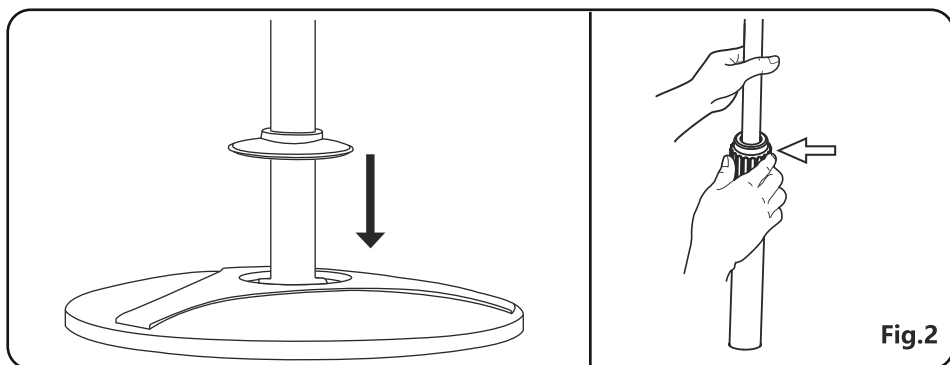

Fig.2
4. Svitare l'anello di regolazione dell'altezza per allentarlo, quindi far scorrere verso il basso il coperchio della vite. Sollevare il palo interno al massimo altezza evitando al contempo che il palo interno scivoli nel palo di prolunga. Quindi, ricollegare l'anello di regolazione dell'altezza e serrare. (Fig. 2)